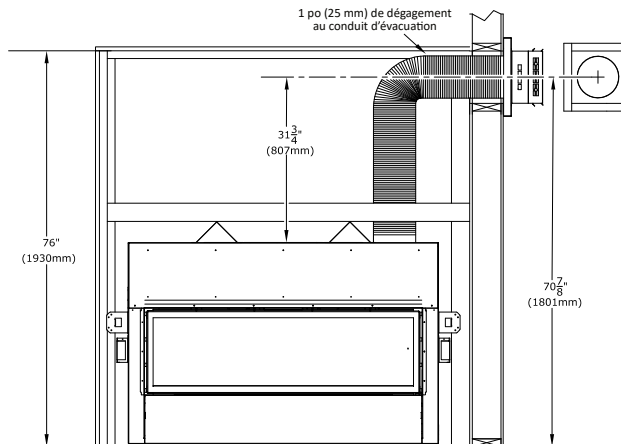

Figure 3.11 - Encadrement du coupe-feu mural
- Le conduit d'évacuation flexible du kit de terminaison Kozy Heat n° 845-1 montré à la Figure 3.11 mesure 31-3/4 po (807 mm) entre le dessus de l'appareil et le centre de la terminaison d'évacuation, avec un rayon de courbure minimum de 6 po (152 mm) au centre. Maintenez les dégagements exigés entre le conduit d'évacuation et le plafond combustible dans l'enceinte du foyer, tel que montré à la Figure 3.11.
1. Mesurez la distance entre le plancher du foyer et le centre du point de traversée murale prévu du conduit d'évacuation. Les dimensions du conduit rigide de la Figure 3.11 utilisent du conduit d'évacuation Simpson DuraVent.